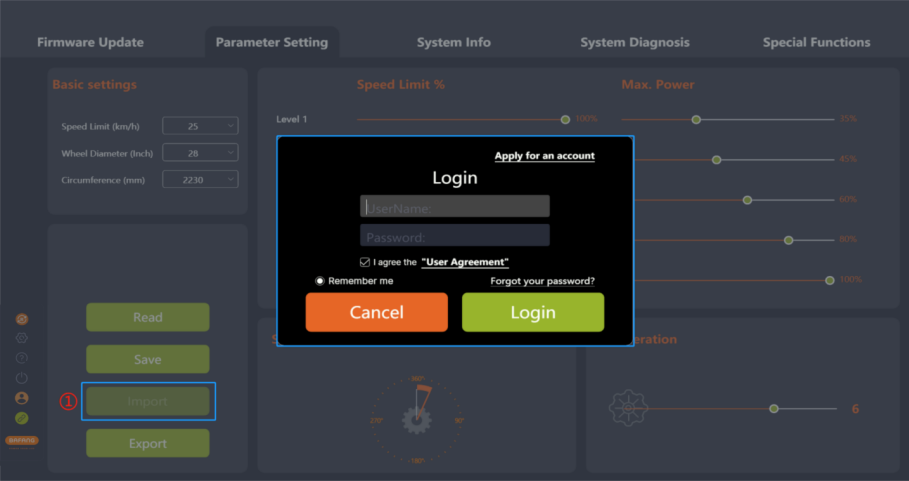

图 5-7 导入
1. 如果将已生成的参数配置文件（xml格式）设置到控制器中，点击“导入”。如未登录会弹出登录界面，提示用户登录（如图 5-7）；